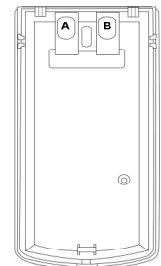

Fig.2
2. Inserire i cavi attraverso lo snodo e i fori "A" e "B". (vedi fig.2)